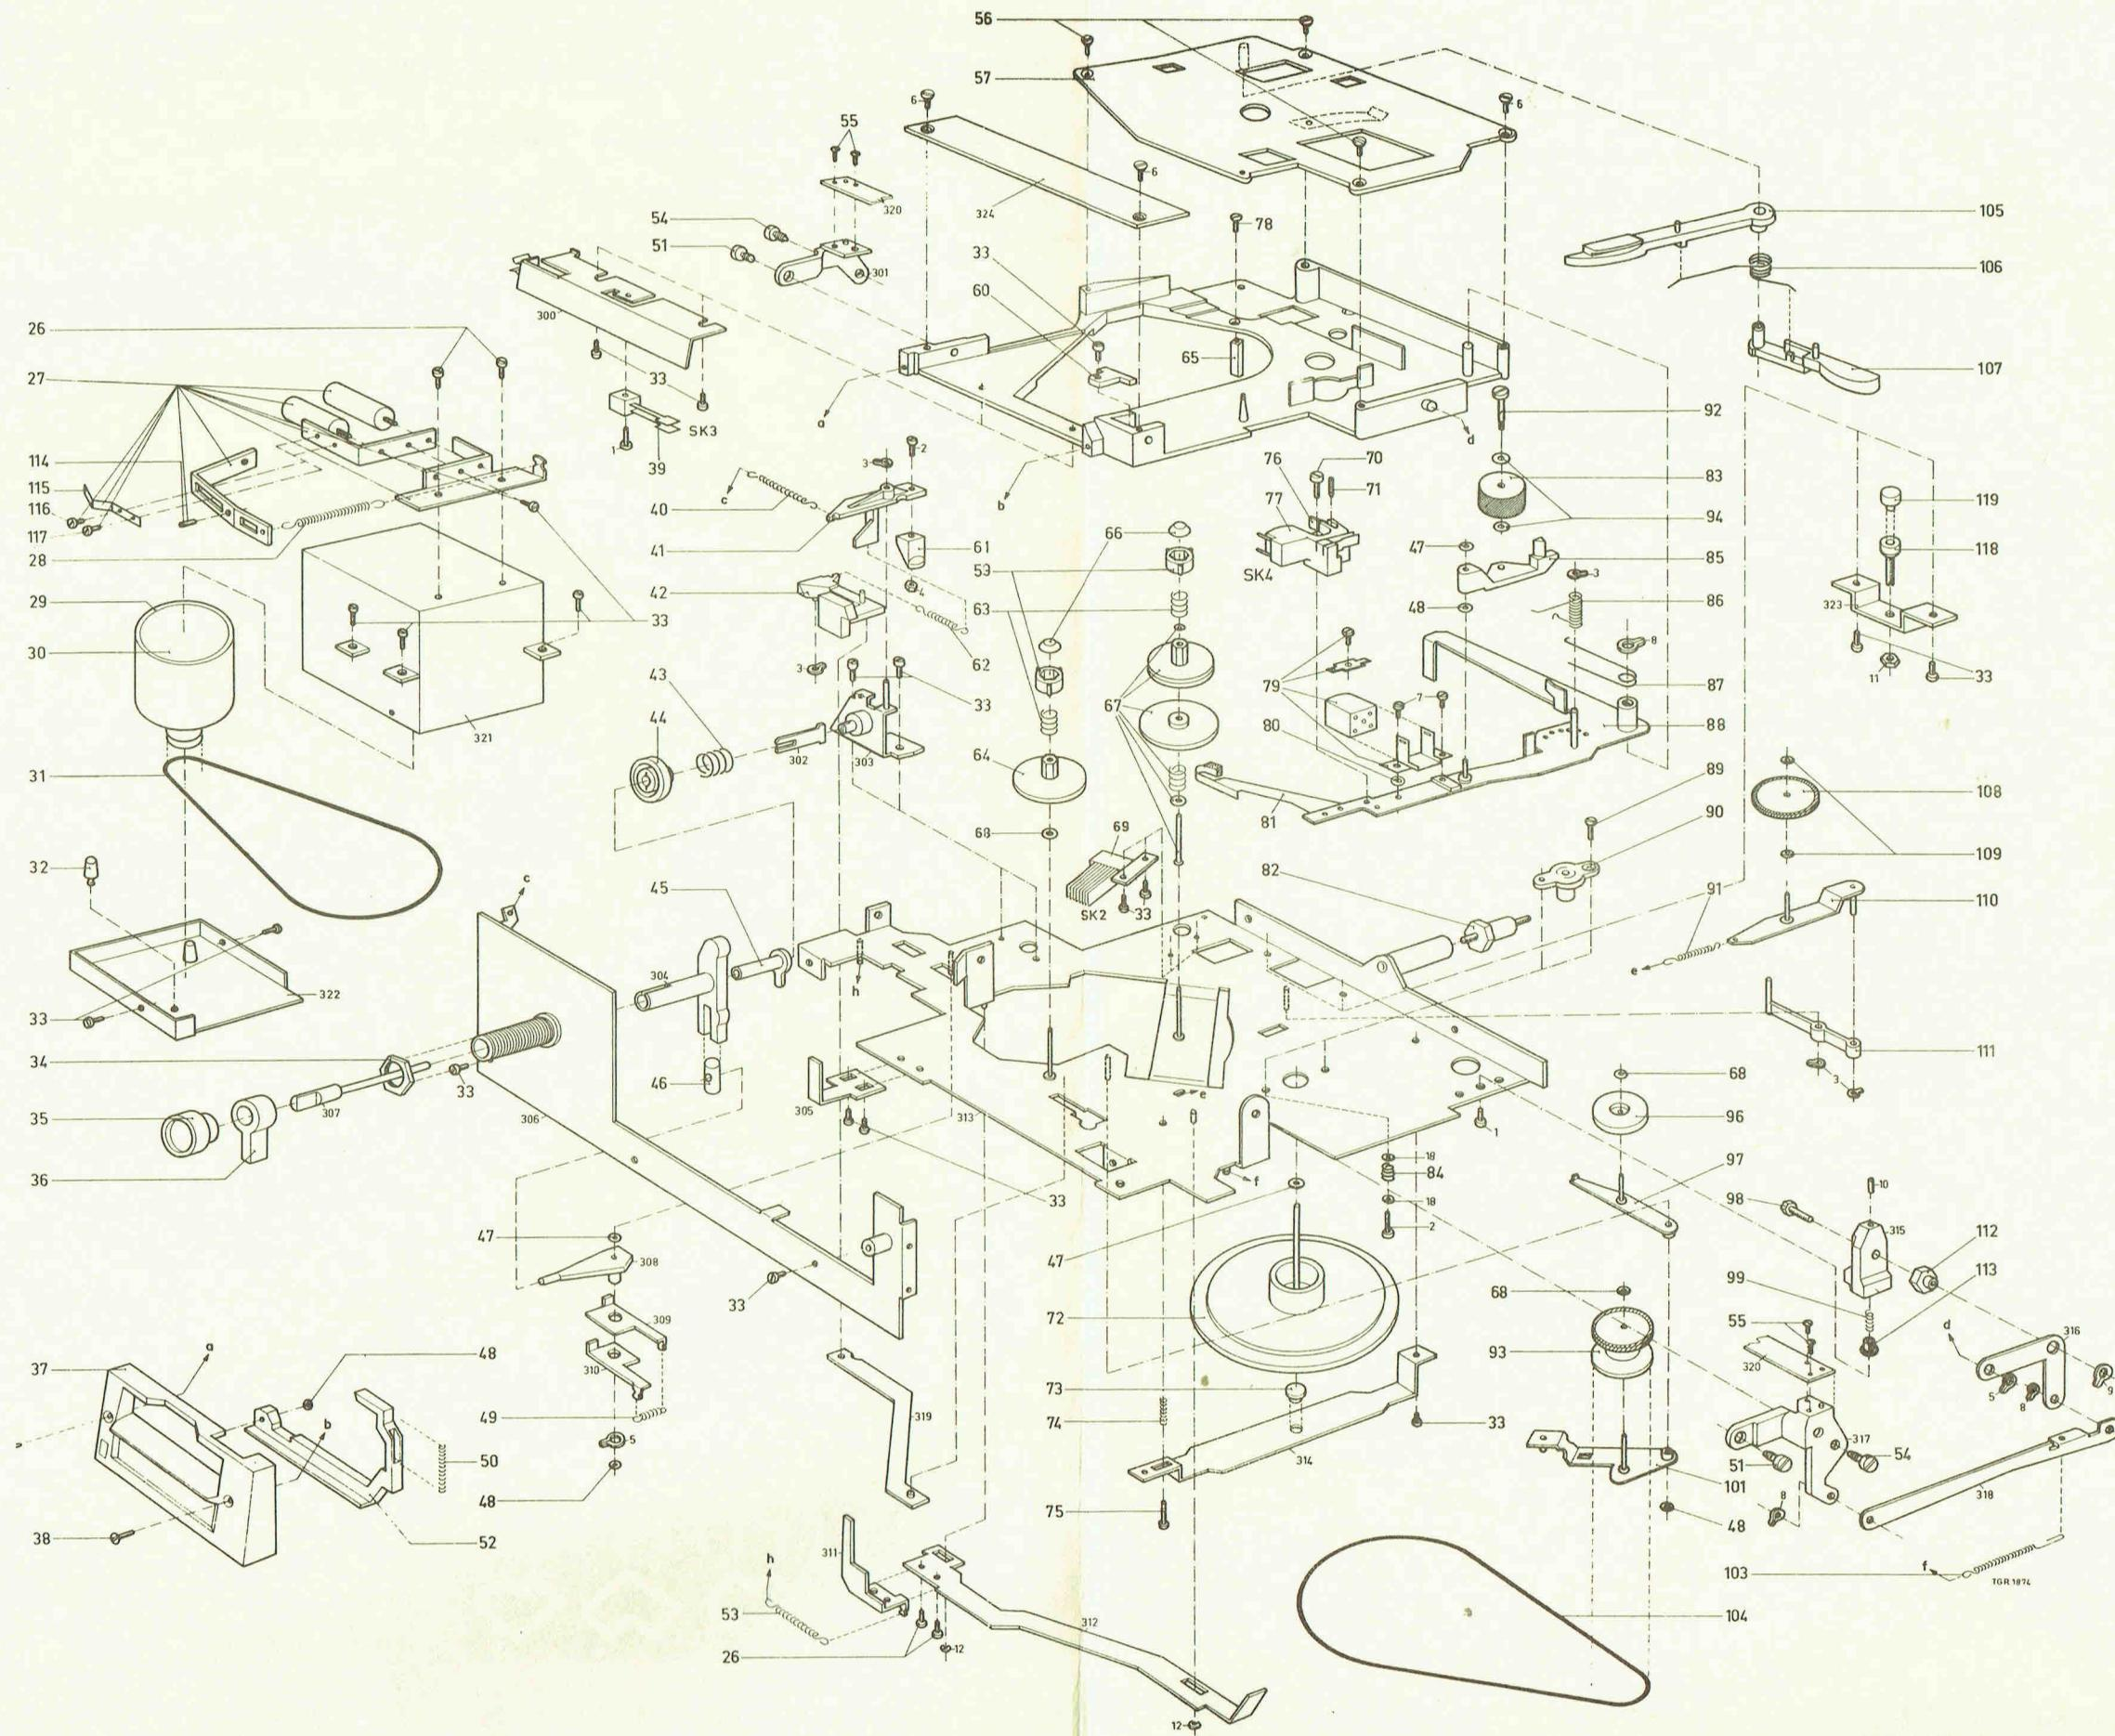

Fig. 1
3. Rep. 58 est supprimé de la liste des composants mécaniques ; il s'agit maintenant d'un étrier métallique qui n'est plus fourni par le Dépt. Service. Rep. 58 de la vue éclatée passe en rep. 324 (fig. 1).